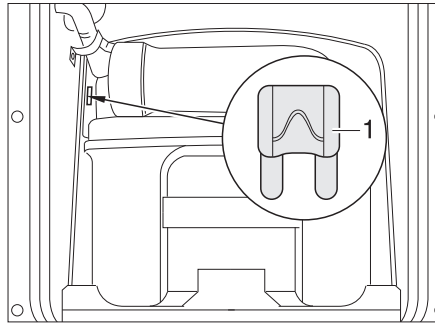
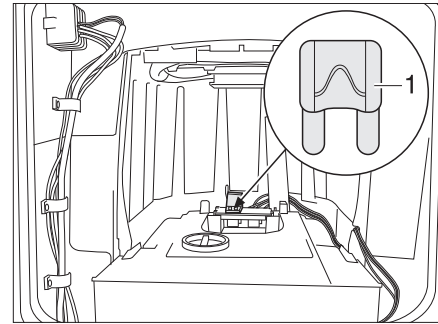

Fig. 200 Fusible des toilettes Thetford
Fig. 201 Fusible des toilettes Thetford (alternative)
- Changer le fusible (Fig. 200,1 ou. Fig. 201,1).